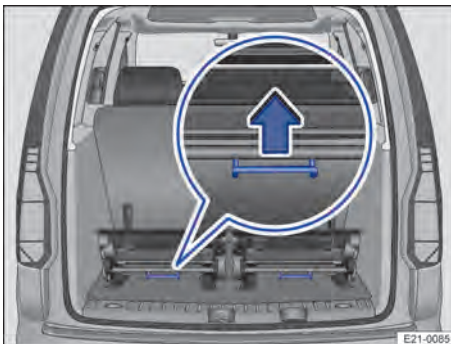

Abb. 77 Dritte Sitzreihe: Sitze ausbauen.
2. Hebel unterhalb des Sitzes nach oben ziehen → Abb. 77 (Lupe), um den Sitz zu entriegeln.